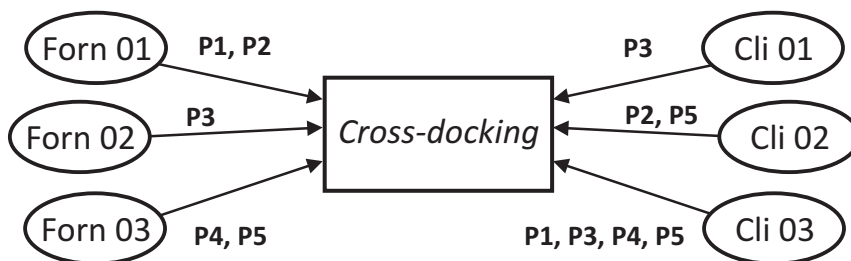

Figura 15: Armazém *Cross docking*
- ▶ No **Cross docking**, Figura 15, observe que existem diversos fornecedores produzindo diferentes produtos para serem enviados ao armazém de *Cross docking*. Nesse armazém, os diversos produtos recebidos são fracionados e reagrupados em pedidos de clientes, os quais contêm diversos produtos de diversos fornecedores. A grande diferença desse tipo de armazém é que as cargas não ficam armazenadas nele, todo o processo de recebimento dos produtos de todos os fornecedores se dá na seguinte ordem: os produtos são recebidos, fracionados, reagrupados e despachados para os clientes ao mesmo tempo, não gerando, assim, estoque no armazém. A grande dificuldade desse tipo de armazém é sincronizar a chegada da carga de todos os fornecedores para atender a todos os pedidos dos clientes. Na Figura 15, você pode analisar uma operação realizada entre três fornecedores e três clientes e intermediada por um armazém de *Cross docking*.